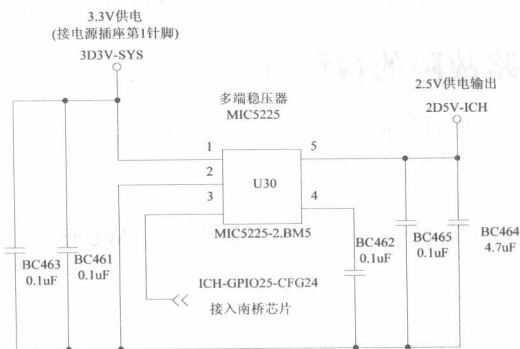

图 4-19 由多端稳压器组成的 2.5V 供电电路
2.5V 电压既可以由运算放大器和场效应管组成的调压电路提供,也可以通过多端稳压器稳压后输出,图 4-19 所示为由多端稳压器组成的 2.5V 供电电路。